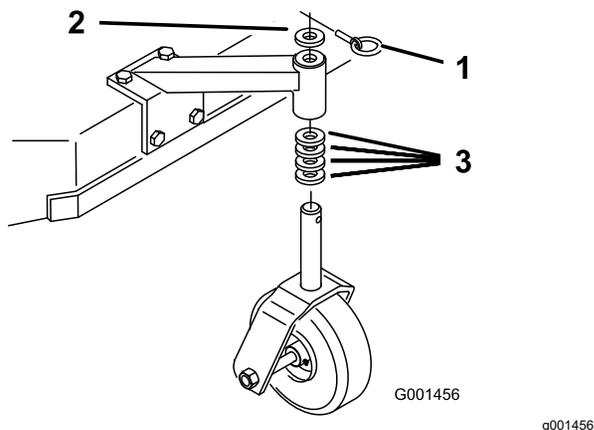

Figure 5
1. En vous reportant au Tableau des hauteurs de coupe (page 8), ajustez les entretoises des roues pivotantes en fonction du trou de l'essieu sélectionné (Figure 5).
2. Retirez la goupille de verrouillage, sortez la roue pivotante de son support et changez les entretoises (Figure 5).
3. Placez la roue pivotante dans le support et insérez la goupille de verrouillage (Figure 5).